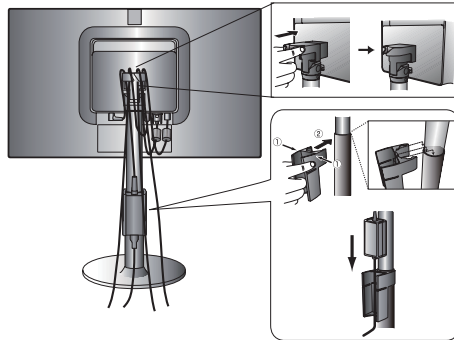
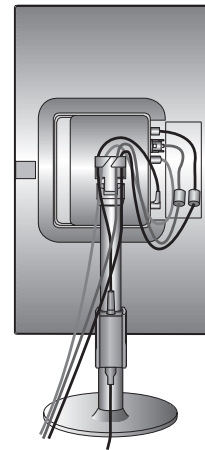

Abbildung B.2
Abbildung B.3
5. Setzen Sie den Wechselstromnetzteil-Halter und den Kabelhalter auf den Fuß (**Abbildung B.2**).
6. Führen Sie das Videosignalkabel und das Wechselstromnetzteil durch die Aussparungen im Kabelhalter, wie in **Abbildung B.2/Abbildung B.3** dargestellt. Führen Sie das Wechselstromnetzteil durch die Aussparungen im Wechselstromnetzteil-Halter, wie in **Abbildung B.2** dargestellt.